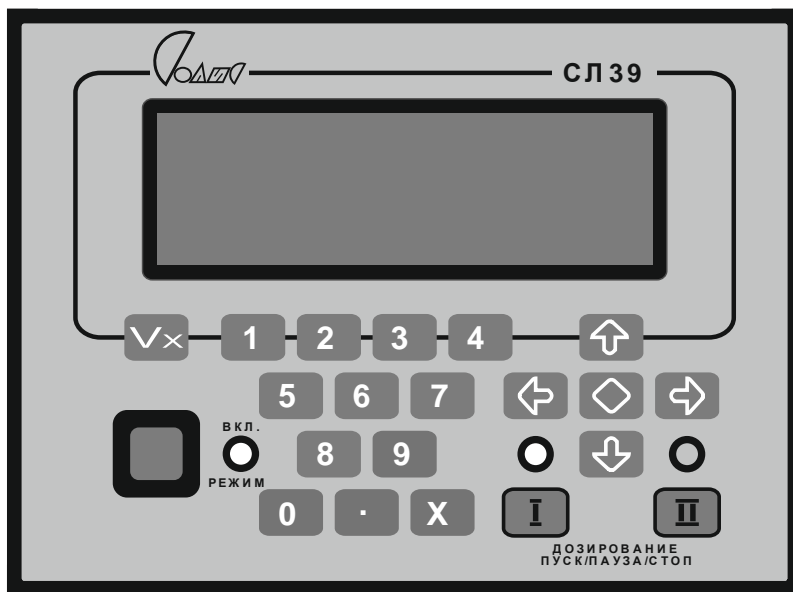

Рис. 1
4.3 Расположение на передней панели Блока органов управления и индикации показано на рис.1.